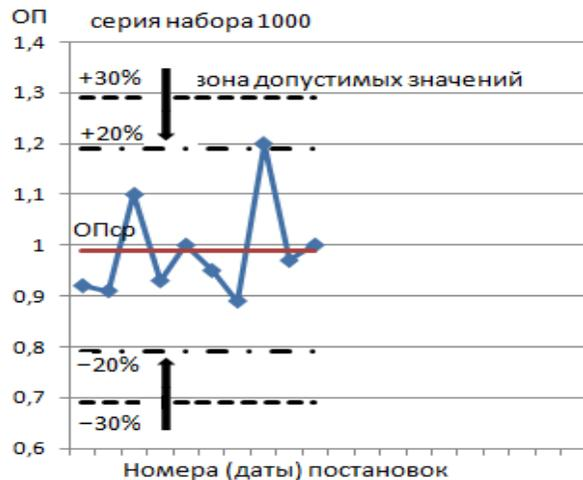

Рисунок 1
- Контрольная карта представляет собой график, на оси абсцисс которого откладывают номера (даты) постановок, а на оси ординат – значения ОП ВЛК анти-ВГС (рисунок 1).